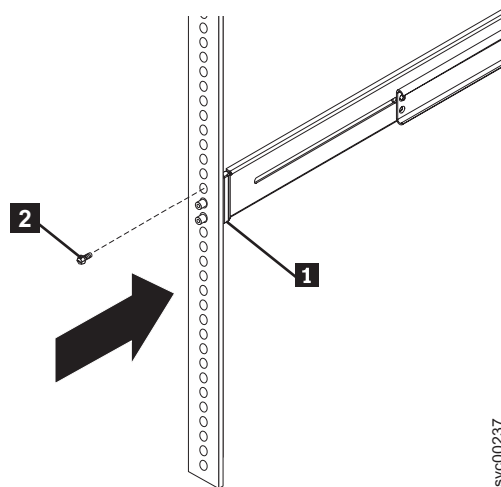

図 81. 背面取り付け用フランジにスライド・レールを取り付ける方法
6. 単一のねじ **2** を使って、図 81 に示すように、左側背面の取り付け用フランジにスライド・レール **1** を取り付けます。このねじを締める場合は指だけを使用します。同様に、もう一方のスライド・レールを右側背面の取り付け用フランジに取り付けます。